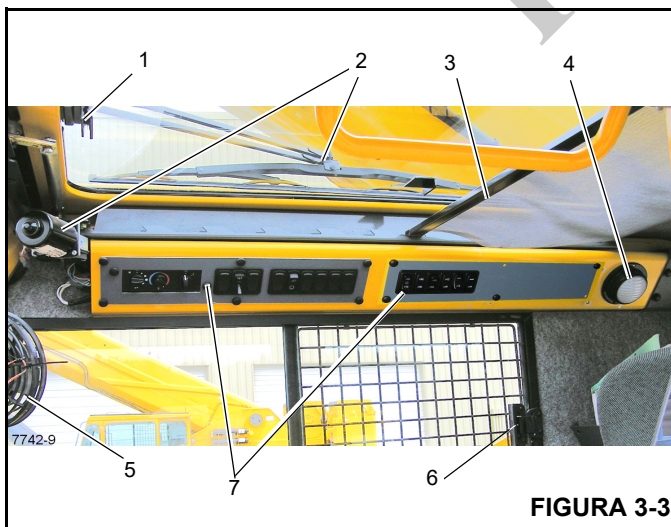
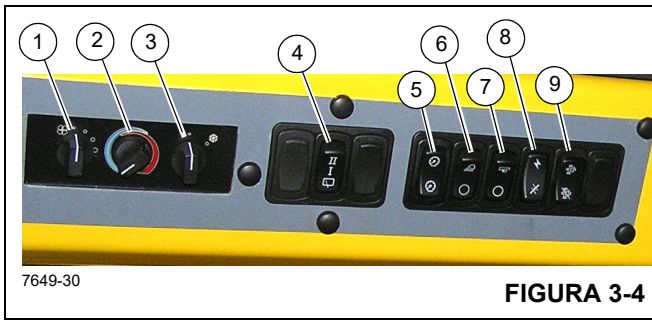

FIGURA 3-3
Figura 3-4 - Números de artículos
El pestillo de la ventana del techo (1, Figura 3-3) se encuentra en la parte delantera de la ventana. Apriete el pestillo y deslice la ventana hacia atrás para abrirla. Para cerrar, deslice la ventana hacia adelante hasta que el pestillo se trabase.
El limpiacristal del techo (2, Figura 3-3) se controla por medio del interruptor del limpiacristal (4), y su funcionamiento es controlado por el motor del limpiacristal (2).
La visera de la ventana del techo (3, Figura 3-3) se utiliza para reducir la luz solar directa. La visera es autorretraíble y se puede utilizar para filtrar el ingreso de luz solar o se puede ajustar hacia atrás y trabarse en las muescas provistas.
La luz superior de la cabina (4, Figura 3-3) se encuentra en la esquina trasera derecha de la consola superior de la cabina y provee iluminación a la cabina. La luz superior del techo se controla por medio de un interruptor ubicado en la lámpara misma.
El ventilador de circulación de la cabina (5, Figura 3-3) se encuentra en el lado delantero izquierdo de la cabina, encima del marco de la ventana. Una unión giratoria permite girar el ventilador y en su base se encuentra el interruptor de control. El interruptor tiene las posiciones alta, baja y apagado.
El interruptor del ventilador del calefactor/acondicionador de aire (1, Figura 3-4) controla la velocidad del ventilador de la cabina. La velocidad del ventilador controla el volumen de salida de aire calentado (o enfriado) del ventilador. Los ajustes son apagado, velocidad baja, velocidad media y velocidad alta.
El interruptor de control del calefactor (2, Figura 3-4) controla la intensidad de la temperatura de calefacción. Gire el interruptor hacia la derecha (sentido horario) para abrir la válvula para la calefacción. (El calor proviene del fluido calentado que circula por el serpentín del calefactor.) Gire el interruptor hacia la izquierda (sentido contrahorario) para cerrar la válvula para detener la circulación del fluido y reducir el calor.
El interruptor del acondicionador de aire (3, Figura 3-4) controla el funcionamiento del sistema de acondicionamiento de aire opcional. Los ajustes son apagado (O) y encendido (I).
El limpiacristal eléctrico se usa para quitar la humedad de la ventana en el techo. El limpiacristal de la ventana del techo es controlado por el interruptor del limpiacristal (4, Figura 3-4). Éste es un interruptor de 3 posiciones, apagado, velocidad baja y velocidad alta.
El Interruptor de atenuación (5, Figura 3-4) controla la iluminación de la pantalla del tablero superior (7, Figura 3-3), presione el interruptor para aumentar o disminuir la iluminación del tablero.
El interruptor de luces de trabajo (6, Figura 3-4) controla las luces de trabajo de la grúa montadas en la parte delantera inferior de la cabina de la superestructura. Presione la parte superior del interruptor para encender las luces de trabajo. Presione la parte inferior del interruptor para apagar las luces de trabajo.
El interruptor de las luces de la pluma (7, Figura 3-4) se encuentra en el tablero de la pantalla lateral. Este interruptor de dos posiciones (ON/OFF) controla el funcionamiento de los proyectores de la pluma. Presione la parte superior del interruptor para encender las luces de la pluma; presione la parte inferior del interruptor para apagar las luces de la pluma.
El interruptor de alimentación de funciones de grúa (8, Figura 3-4) se encuentra en el tablero de la pantalla lateral. Este interruptor de dos posiciones (ON/OFF) permite al operador desconectar la energía eléctrica de las funciones de la grúa controladas por los controladores hidráulicos en los apoyabrazos. Al colocar el interruptor en la posición de APAGADO se impide el accionamiento inesperado de las funciones si se tocan los controladores durante el transporte u otra operación. Cuando el interruptor está en la posición OFF también se bloquea el funcionamiento de aumento hidráulico y la elevación a velocidad alta.
El interruptor de limpieza de sistema de escape del motor (9, Figura 3-4) se encuentra en el lado derecho del tablero de control superior. Este interruptor es un interruptor de tres posiciones: inhibir limpieza, permitir limpieza activa e iniciar limpieza manual. La posición central permite que la limpieza ocurra cuando se requiera, o presione este interruptor para forzar el inicio inmediato de la limpieza manual o para inhabilitar la limpieza indefinidamente: